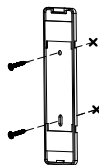

Abb. 2
3. Bohren Sie die Löcher und stecken Sie (falls erforderlich) Dübel in die Löcher (Abb. 2)